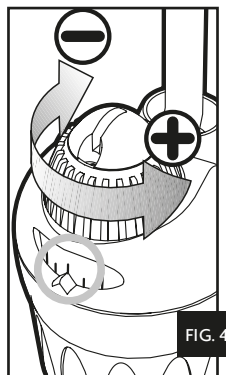

FIG. 4
- Turn the blue control knob until the desired temperature shows up in the scale window (fig. 4). Leave the heater to stabilise for about one full day and check the temperature of the water with a precision thermometer.
- Tourner le bouton de réglage jusqu'à ce que la valeur choisie soit en face du point de repère (fig. 4). Laisser fonctionner pendant 24 heures. Prendre la température avec un thermomètre de précision.